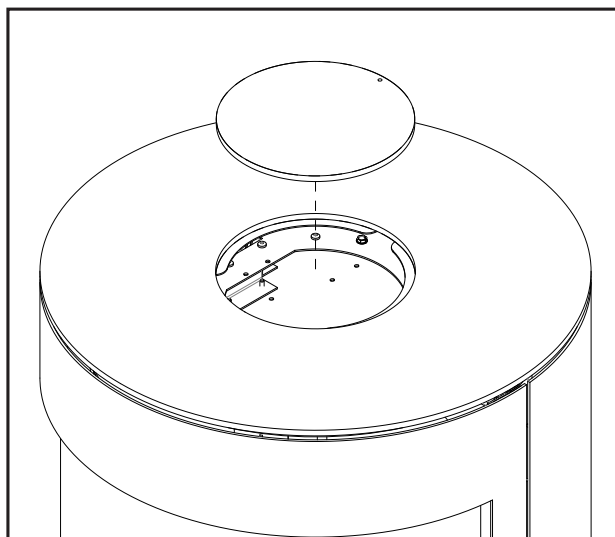

Figure 69: Plaque supérieure vierge
14. Placez le cache de la plaque supérieure (fourni avec l'unité) dans la plaque supérieure (voir la Figure 69).